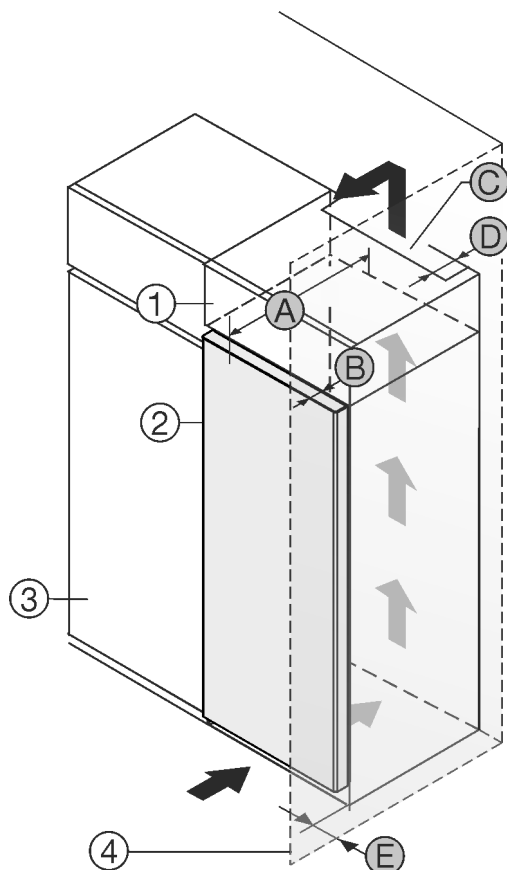

Fig. 1
È possibile posizionare l'apparecchiatura accanto a un mobile da cucina Fig. 1 (3)*.
Sul lato posteriore dell'armadietto sovrapponibile deve essere presente un vano di scarico dell'aria con la profondità Fig. 1 (D) che attraversa l'intera larghezza dell'armadietto sovrapponibile.*
Sotto al soffitto deve essere presente la sezione di ventilazione Fig. 1 (C)*.
Se si installa l'apparecchiatura con le cerniere accanto a una parete Fig. 1 (4), la distanza tra l'apparecchiatura e la parete deve essere di almeno 13 mm.*
Per poter aprire completamente la porta, installare l'apparecchiatura in modo che sporga dal frontale del mobile da cucina almeno della misura della profondità della porta Fig. 1 (B). L'apparecchiatura può sporgere ulteriormente a seconda della profondità dei mobili da cucina Fig. 1 (3) e dell'utilizzo di distanziatori a parete.*